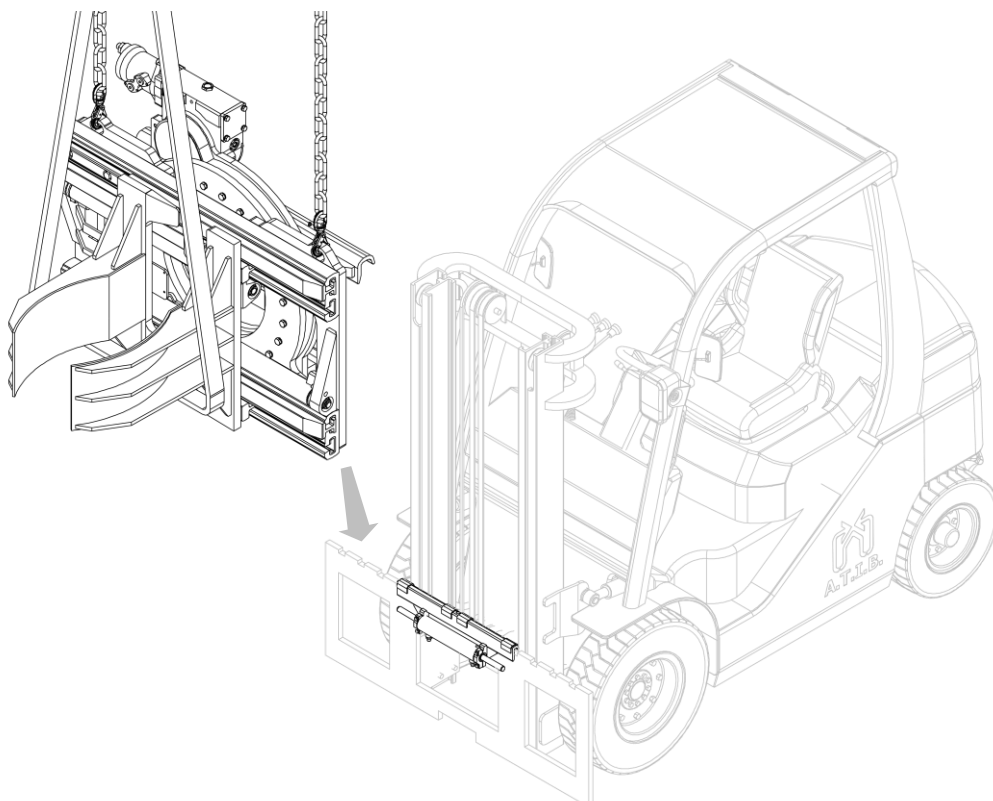

Abbildung 8
7. Hängen Sie das Gerät mit einem Brückenkran oder einem Flaschenzug an den Doppelhaken, achten Sie dabei darauf, dass das Gerät korrekt positioniert ist (siehe *Abbildung 8*).